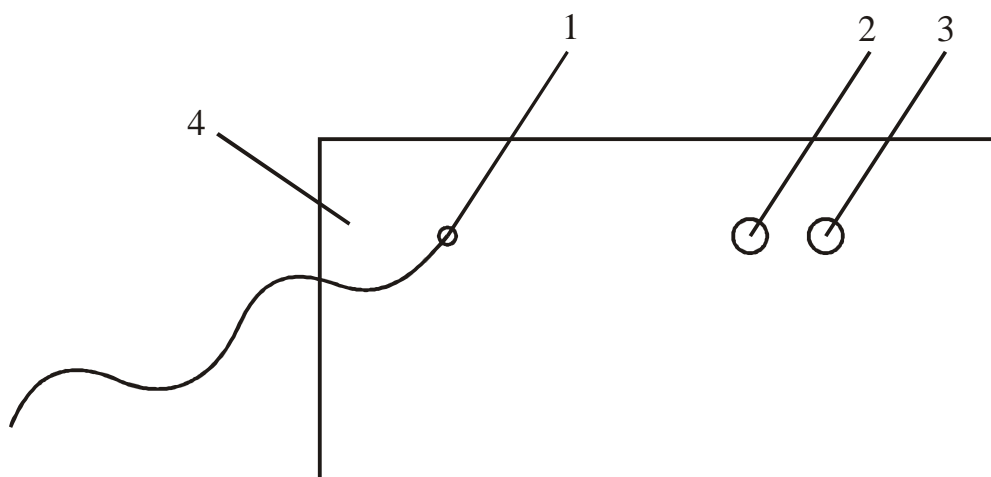

Рисунок 2 — Задняя панель блока усиления: 1— выход шнура сети питания 220 В; 2— выход 2 на блок АЦП; 3— выход 1 на блок АЦП; 4— корпус блока усиления
2. Подключите блок усиления к блоку АЦП, используя соединительный кабель блока усиления и блока АЦП К1 (см. табл. 1 и рис. 2,4).